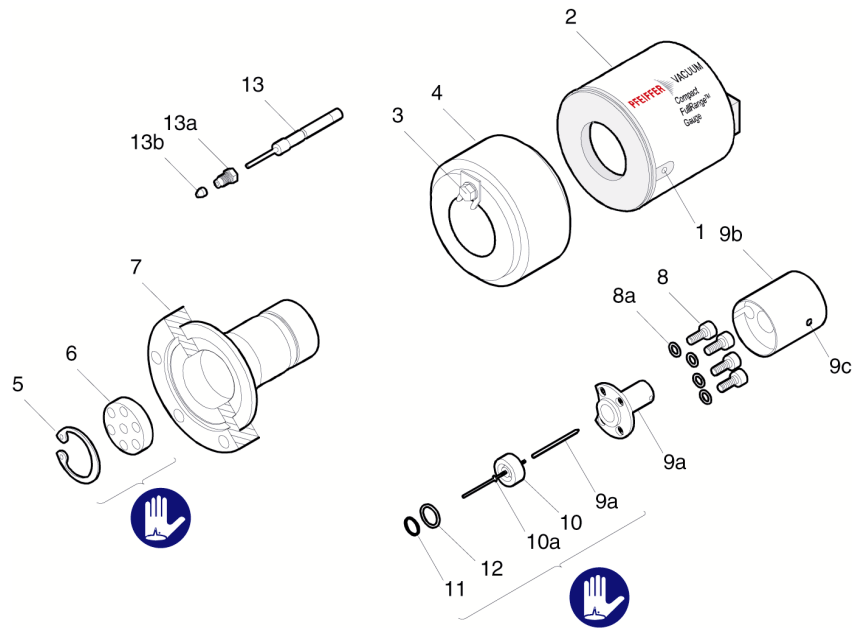

図 2
- b) エレクトロニクスユニット(2)の側の六角形のソケットセットネジ(1)を緩めます (→ 図 2)。
- a) イグニッションエイド(10a)をプライヤで外します (→図 2)。